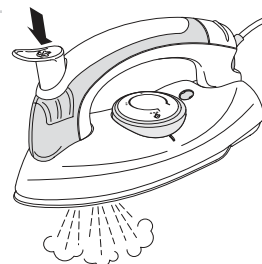

Figure 4 Coup de vapeur
6. Pendant le repassage, enfoncez vigoureusement le bouton Vapeur pour donner un coup de vapeur (voir la figure 4).